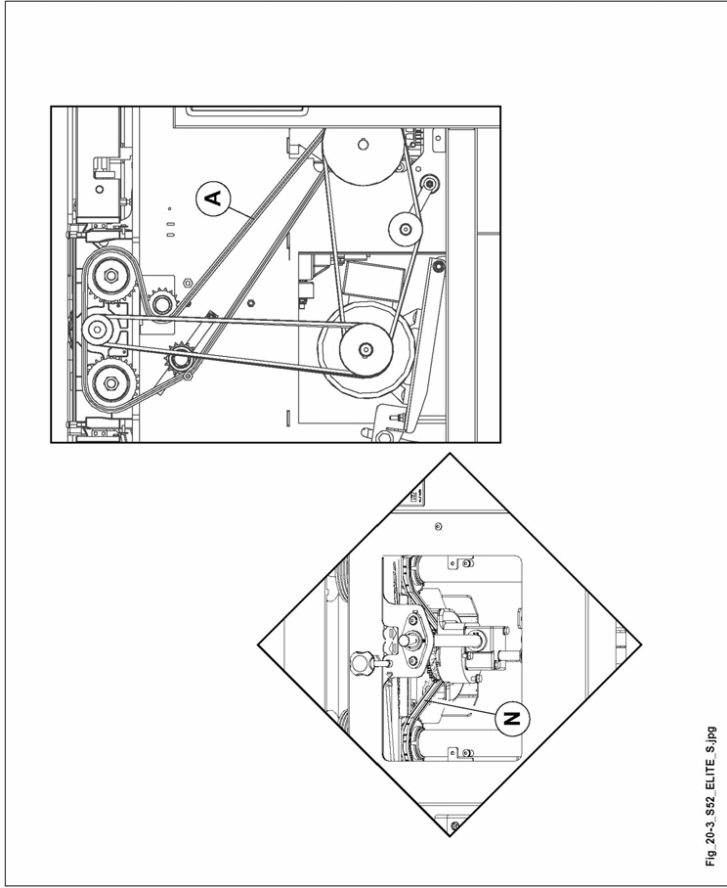

Abb. 20.3
- 4) Triebskette (A Abb. 20.3) für die Bewegung den Vorschbwalzen .
- 5) Kette zum Tischhub (N Abb. 20.3).